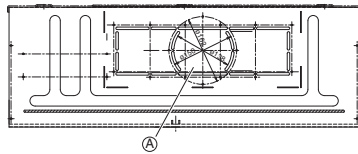

Fig. 3-21
- (4) Si el sistema necesita que la unidad reciba aire fresco, corte y elimine el aislamiento (tanto interna como externamente) en la ubicación que se muestra (A) en la Fig. 3-21.